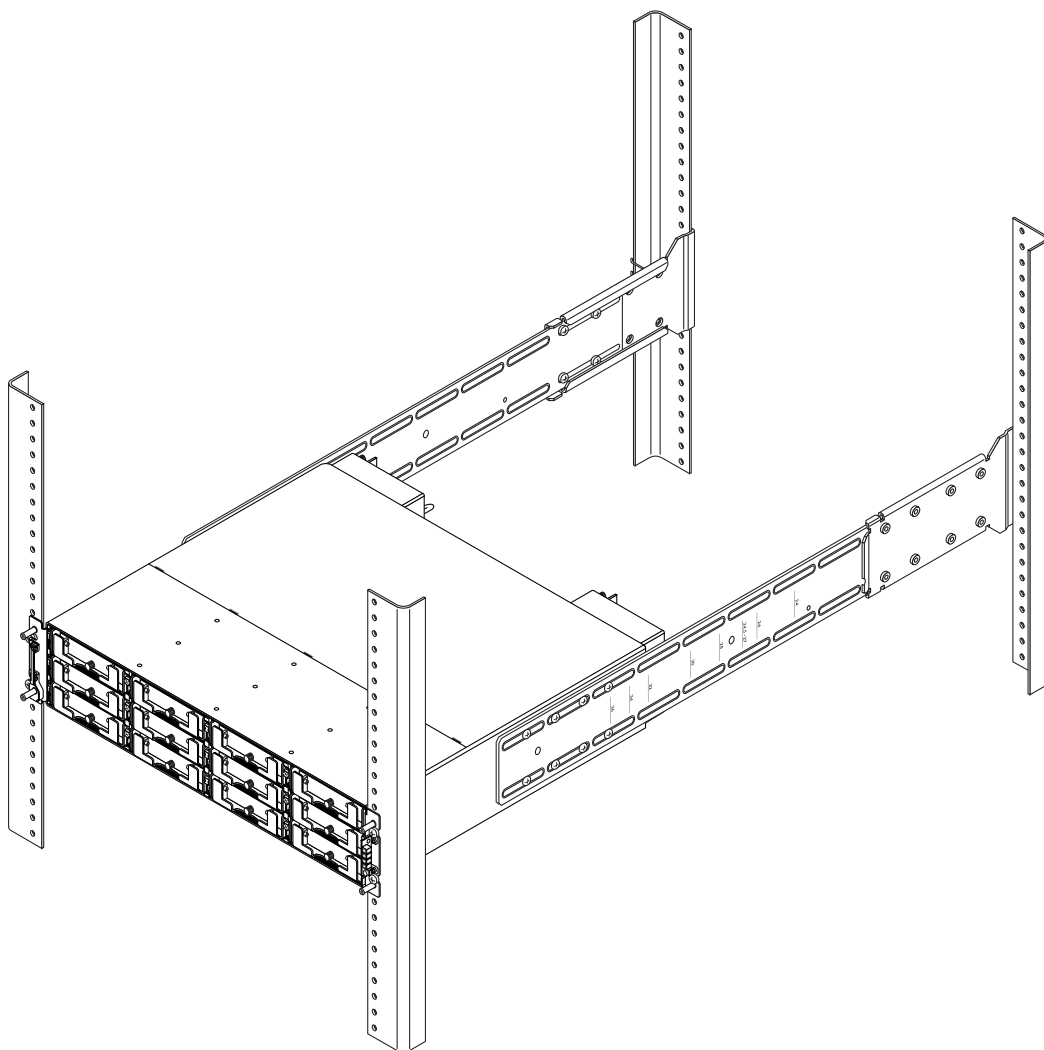

FIGURE 2-1 Montage en coffret d'une baie à l'aide des supports arrière et après retrait des pattes du châssis et des panneaux - installation terminée
- Vous pouvez monter un coffret en utilisant les supports arrière et latéraux pour une profondeur comprise entre 60,96 et 91,44 cm. La FIGURE 2-1 représente une installation de baie 2U pour la famille Sun StorEdge 3000 dans un coffret EIA standard à l'aide des supports arrière et latéraux.
Reportez-vous à la liste de pièces figurant dans le TABLEAU 2-1 et à l'illustration de la FIGURE 2-1 pendant l'installation. Le tableau répertorie les composants et fixations principaux indispensables à l'installation d'une baie dans le coffret.